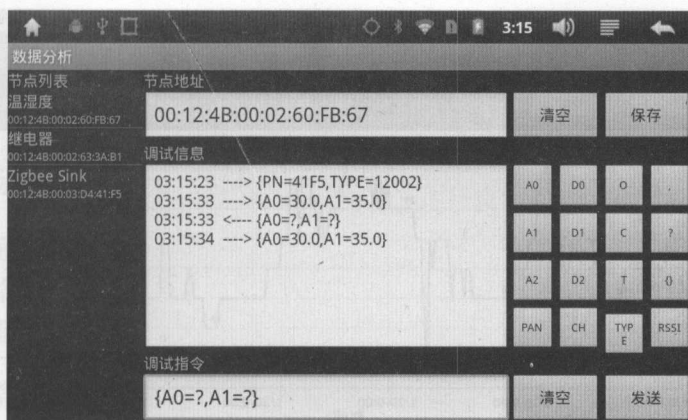

图 2.16 查询温湿度值
(3) 数据分析。单击“数据分析”图标，进入数据分析界面（在此以温湿度节点为例介绍调试过程）。单击节点列表中的“温湿度”选项，进入温湿度节点调试界面。输入调试指令“{A0=?,A1=?}”并发送，查询当前温湿度值，如图 2.16 所示。